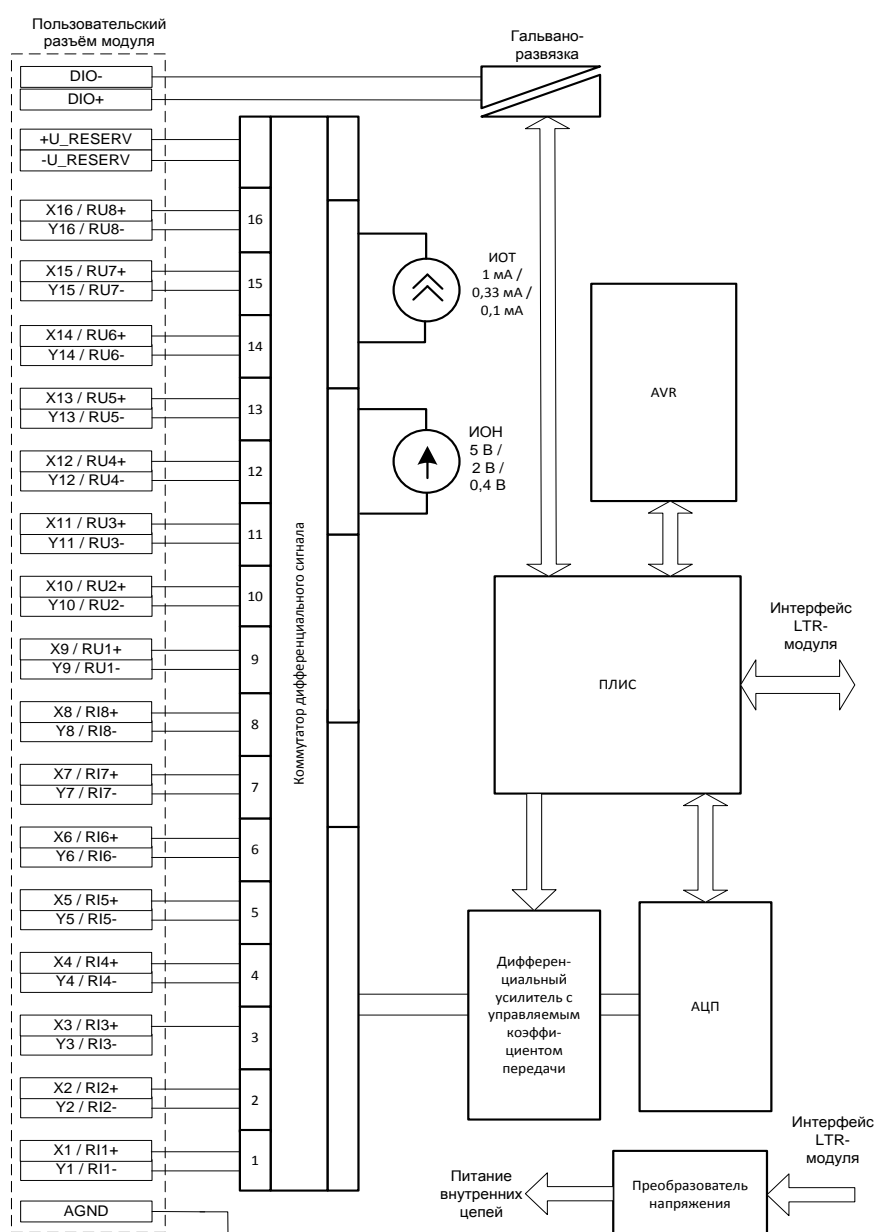

Рис. 18-2. Функциональная схема LTR114
Функциональная схема модуля LTR114 (рис. 18-2) содержит:
- Узел контроля входных сигнальных цепей (на рис. 18-2 не показан). Его эквивалентная схема рассмотрена в п. 18.4.
Электронный коммутатор (рис. 18-2) предназначен осуществлять коммутацию: